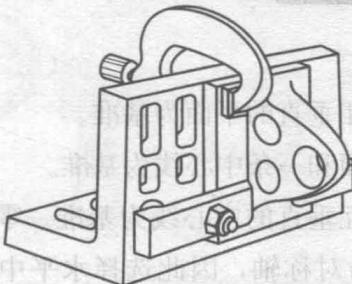

图 1-9 角铁
⑪ 角铁（如图 1-9 所示）。它用铸造铁制成，常与压板或 C 形夹头配合使用。装夹需要划线的工件时，可以用 90° 角尺对工件的垂直进行找正后，再用划线盘划线，可使所划线条与原来找正的直线或平面保持较好的垂直度。